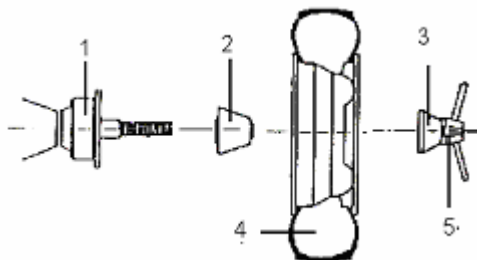

Рис.8
- Установите конусную пружину на направляющий болт оси (опционально), выберите конус и установите его на ось в обратном направлении (см. рис.8).